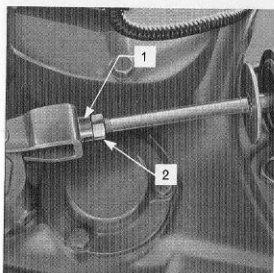

Fig. 81 Justering av fotbroms (Major 4000)
1. Tryck ned den högra pedalen mot en 50 mm hög kloss, lossa låsmuttern för justeringen, fig. 81, och vrid ställskruven tills bromsen läser. Drag till låsmuttern.
3. Provkör traktorn efter justeringen. Om det visar sig att någon broms tar hårdare än den andra, skall ställskruven i fig. 81 vridas för erhållande av längdökning tills balans uppnås.